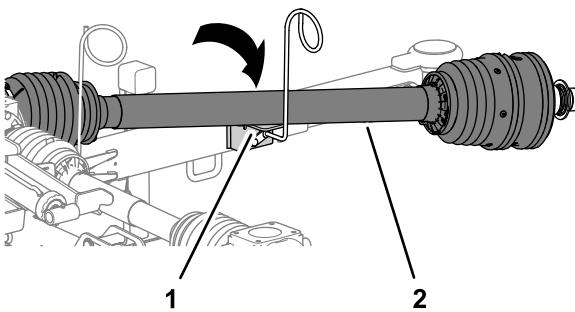

Bild 9
2. Bringen Sie die Zapfweile auf die Antriebswellenablage der Schlauchführung (Bild 9).